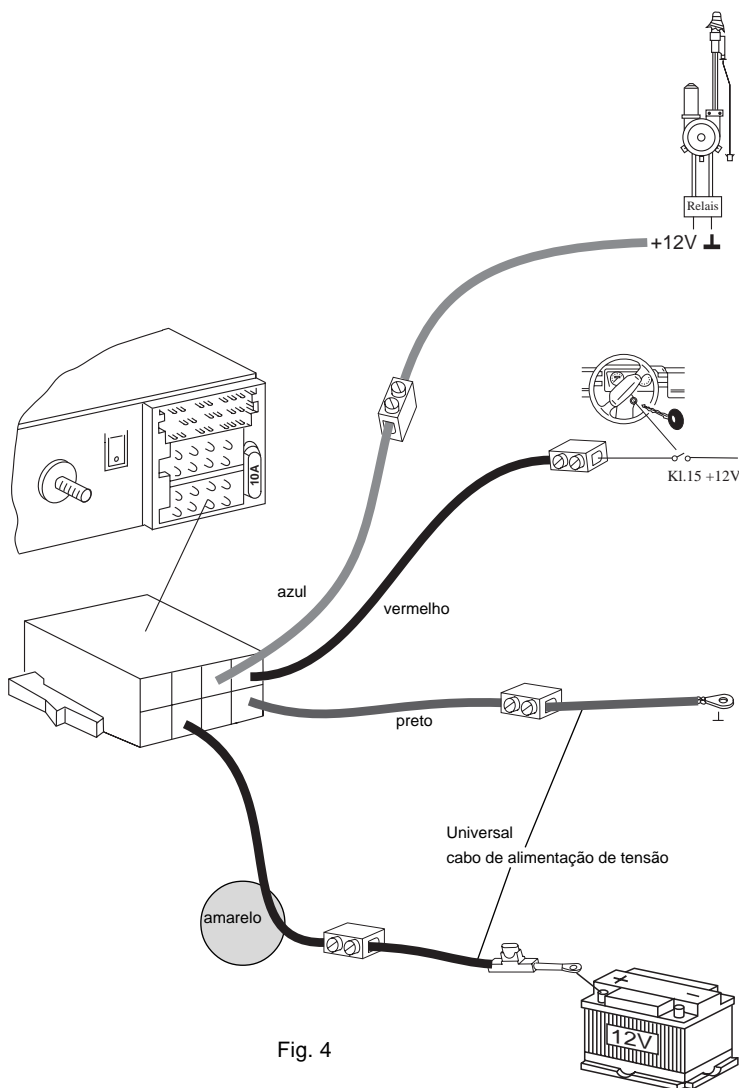

Fig. 4
- Ligação em automóveis sem pré-equipamento ..... Fig. 4